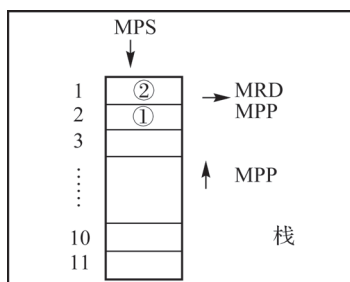

图 2-2-10 栈存储器
三菱的 FX3G 系列 PLC 中有 11 个存储运算结果的存储器，称为栈存储器，如图 2-2-10 所示。
(1) MPS。存储该指令处的运算结果（压入堆栈），使用一次 MPS 指令，该时刻的运算结果就推入栈的第一单元。在没有使用 MPP 指令之前，若再次使用 MPS 指令，当时的逻辑运算结果推入栈的第一单元，先推入的数据依次向栈的下一单元推移。图 2-2-10 中栈存储器中的①是第一次压栈的数据，②是第二次压栈的数据。
(2) MRD。读出堆栈，读出由 MPS 指令最新存储的运算结果（栈存储器第一单元数据），栈内数据不发生变化。
(3) MPP。弹出堆栈，读出并清除栈存储器第一单元数据，同时以下各存储单元数据向上单元推移。